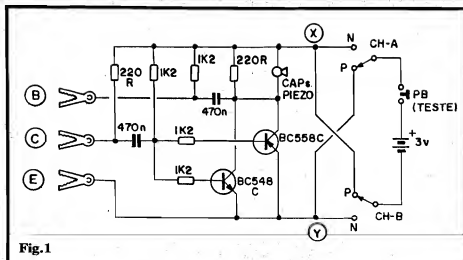

Fig.1
- FIG. 1 - O CIRCUITO - O diagrama esquemático mostra a grande simplicidade do projeto: se, momentaneamente, o Leitor